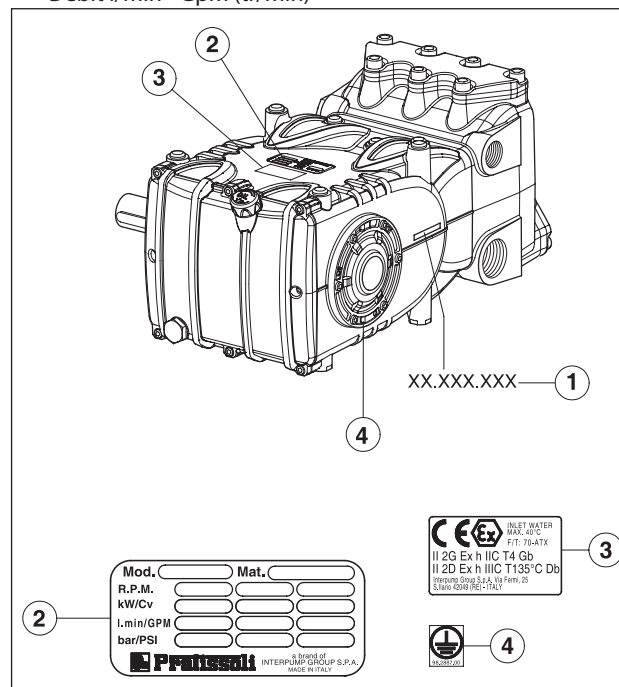

Fig. 1
Sur chaque pompe se trouvent un numéro de série XX.XXX. XXX, voir rep. ① et une plaque signalétique, voir rep. ② de Fig. 1 portant les indications suivantes :